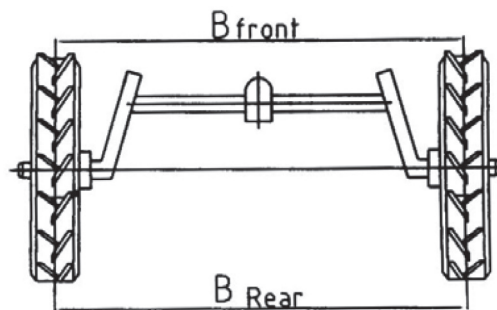

Рис. 5. Регулировка схождения передних колес
5.3.1. Настройка схождения передних колес (смотрите рис.5.).